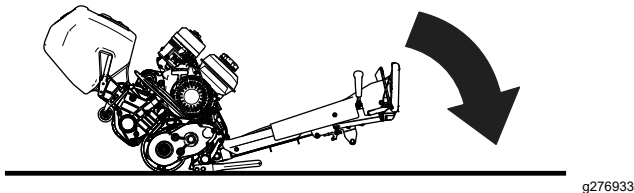

Figura 5
2. Para acceder a la unidad de corte, baje el manillar de la unidad de tracción al suelo (Figura 5).